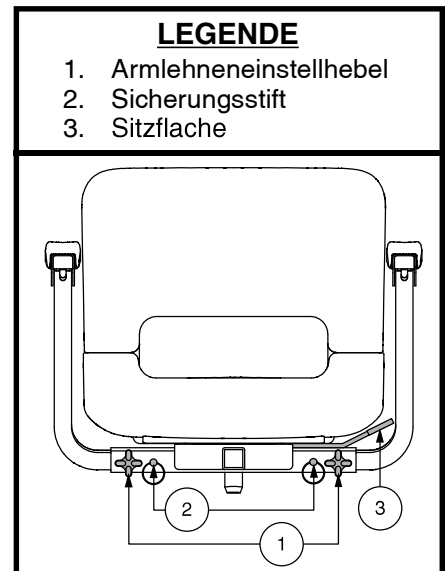

Abb. 25. Sitzeinstellungen
Der Hebel zur Verstellung der Sitzrotation befindet sich an der rechten Seite des Sitzrahmens und fixiert den Sitz in den unterschiedlichen Positionen. Siehe Abb. 25.
1. Lösen Sie die Armlehneinstellhebel. Siehe Abb. 25.